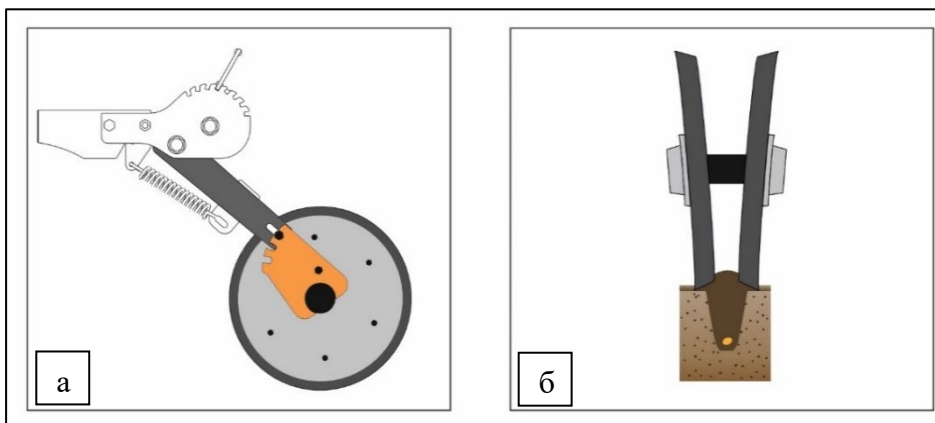

Рисунок 46 – Укрывающие колёса в первом положении (вид в разрезе):
Первое положение – паз (1) кронштейна колёс. В таком положении укрывающие колёса формируют насыпь пожнивных остатков над посевной бороздой, рис. 46.